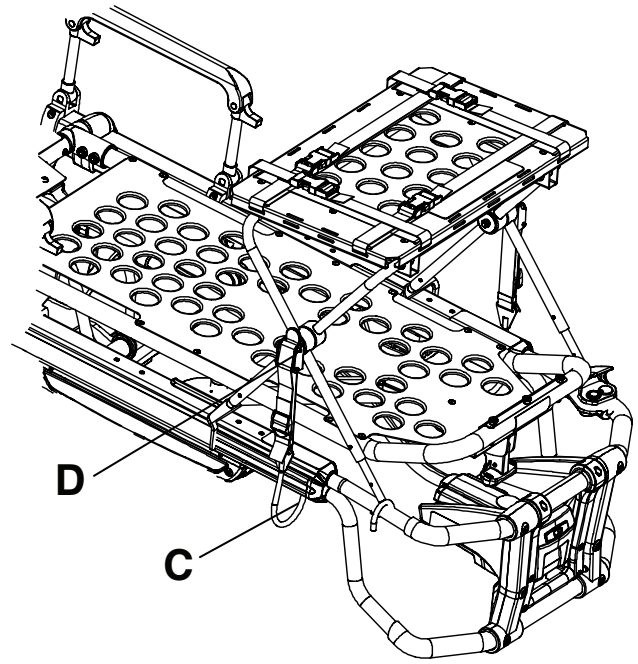

Abbildung 19 – Anbringen des Arretierhakens (Abbildung zeigt Modell 6506)
6. Den Arretierhaken (C) unter den Rahmen der Liegefläche oder die Befestigung am Fußende legen und die Lasche (D) nach oben drücken, bis sie auf einer Seite hörbar einrastet (Abbildung 19). Auf der anderen Seite wiederholen.